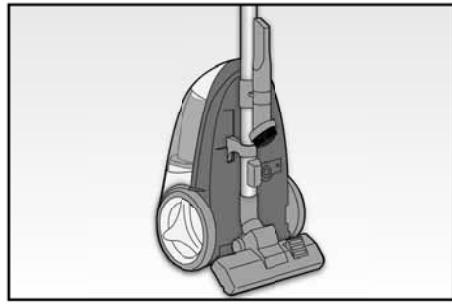

Fig. 5
Riporre l'apparecchio, in posizione verticale, inserendo il porta accessori (R) sul tubo telescopico (P) ed agganciandovi l'aspiratore fessure (Z) e l'aspiratore piccolo con spazzolino (X); agganciare quindi il tubo (P), con inserita la spazzola pavimenti (S), nell'apposito alloggiamento posto sul fondo dell'apparecchio (Fig. 5).